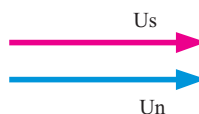

图2
- ※ 空载运行模式：如果电网电压( $U_n$ )和逆变器电压( $U_s$ )相同，电感上的电压差为零，没有电流流过电感，见图2。